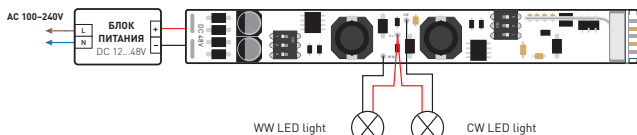

Рис. 1. Схема подключения диммера SMART-CC-202-72-MIX-IN для управления MIX-нагрузкой
- 3.3. Подключите диммер согласно схеме на рис. 1.